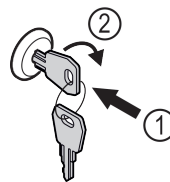

Fig. 46 Immagine a titolo di esempio
- Inserire la chiave Fig. 46 (1).
- Ruotare la chiave di 90° in senso orario Fig. 46 (2).